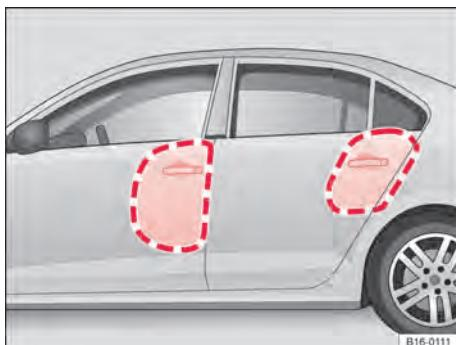
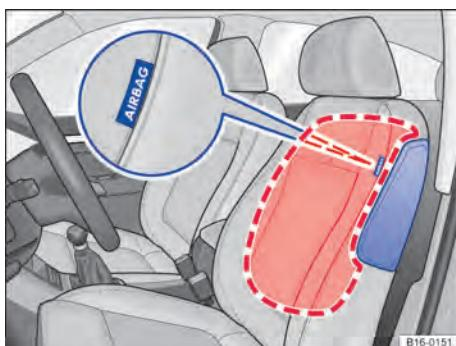

Fig. 34 No lado esquerdo do veículo: áreas de expansão do airbag lateral.
Fig. 35 Lateralmente no banco dianteiro: local de montagem e área de expansão dos airbags laterais.
Dependendo da versão do veículo, há airbags laterais instalados para os assentos laterais dianteiros e traseiros → Fig. 34.
- Os airbags laterais para os bancos dianteiros se encontram nos estofamentos externos dos encostos do banco do condutor e do banco do passageiro dianteiro → Fig. 35.
As áreas destacadas em vermelho → Fig. 34 e → Fig. 35 são cobertas pelos airbags laterais acionados (área de expansão). Por esse motivo, nunca podem ser colocados ou fixados objetos nessas áreas → .